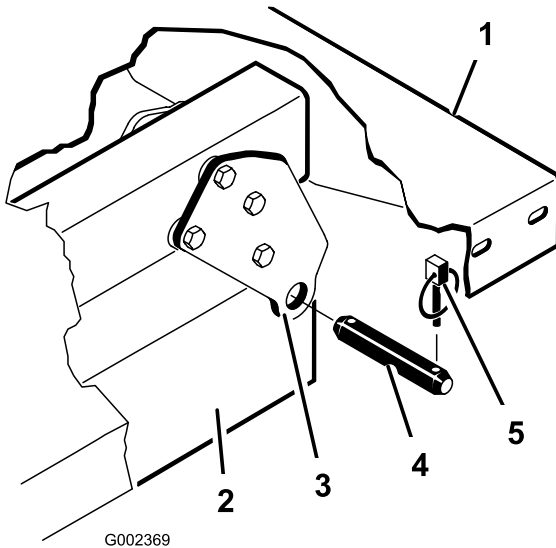

Bild 36
3. Nehmen Sie die Lastösenbolzen ab, mit denen die Zylinderstangenenden an den Pritschenbefestigungsplatten befestigt sind. Drücken Sie die Bolzen hierfür nach innen (Bild 36).
4. Nehmen Sie die Klappstecker und die Lastösenbolzen ab, mit denen die Schwenkhalterungen an den Rahmenkanälen befestigt sind (Bild 36).
Hinweis: Achten Sie darauf, dass die Schwenkplatten am Pritschenrahmen bzw. -kanal so festgeschraubt sind, dass das untere Ende nach hinten abgewinkelt ist (Bild 36).
2. Setzen Sie die Pritsche vorsichtig auf den Fahrzeugrahmen. Richten Sie die hinteren Schwenkplattenlöcher der Pritsche mit den Löchern am hinteren Rahmenkanal aus und montieren Sie die zwei Lastösenbolzen und Klapstecker (Bild 36).
3. Befestigen Sie bei abgesenkter Pritsche jedes Ende der Zylinderstange mit einem Lastösenbolzen und einem Klapstecker an den entsprechenden Einschüben in den Befestigungsplatten der Pritsche. Setzen Sie den Lastösenbolzen von der Außenseite der Pritsche ein. Der Klapstecker sollte außen (Bild 36). Die hinteren Einschübe sind für die Montage der großen Pritsche und die vorderen Einschübe sind für die Montage der 2/3 Pritsche gedacht.